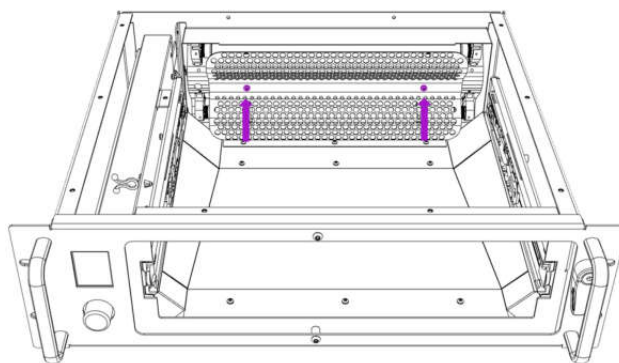

Abb. 19
2. Lampenschutzblende wieder anbringen und mit den beiden Schrauben fixieren. (Abb. 19)